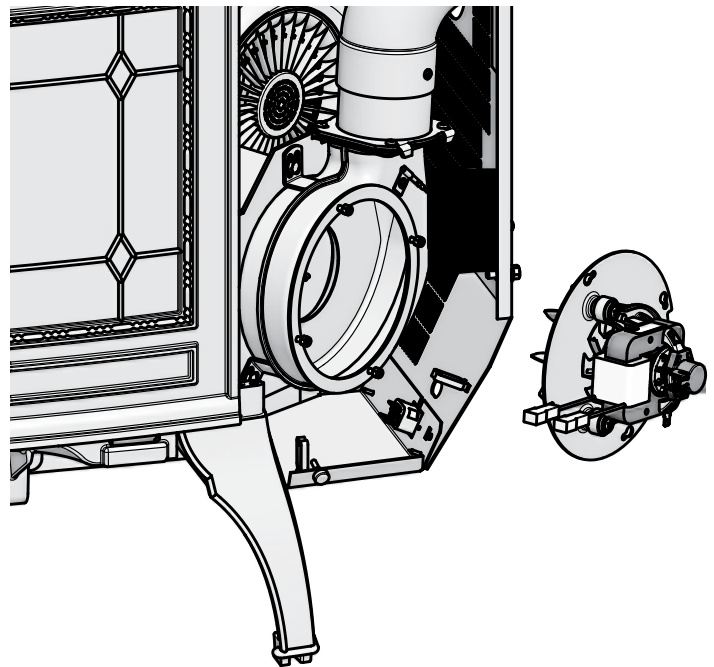

Figure 20.2
2. Enlevez le panneau droit en desserrant les 2 vis au moyen d'un tournevis à tête cruciforme ou une clé (**Figure 20.2**).